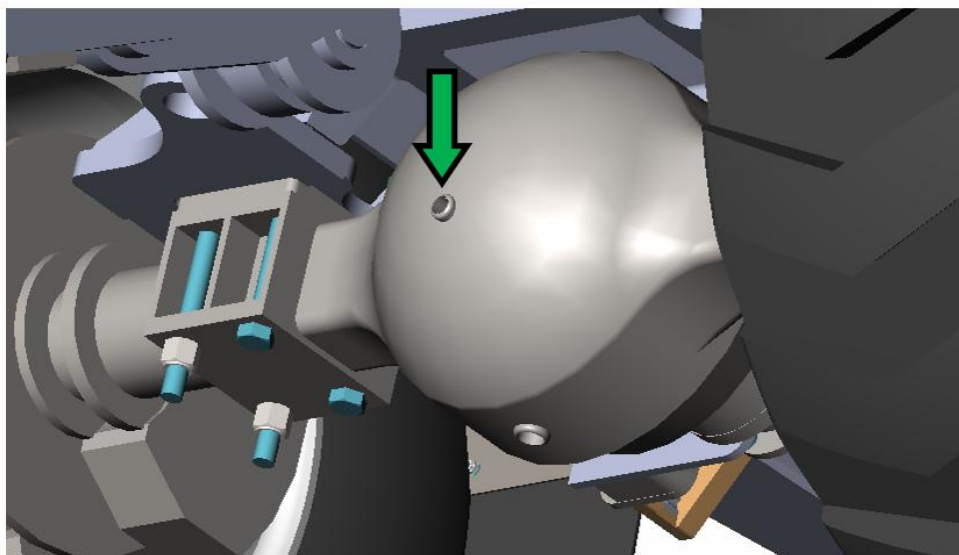

Рисунок 5.63. Контроль уровня масла в картере переднего моста
- Открутить пробку для контроля уровня масла, рис. 5.63.
- Проверить уровень масла. Масло должно находиться на уровне нижней кромки отверстия под пробку рис. 5.63. При необходимости долить масло, см. п. 5.13.3 «Замена масла в переднем мосту».
- Закрутить пробку отверстия для контроля уровня масла, рис. 5.63, моментом 25-35 Н*м.